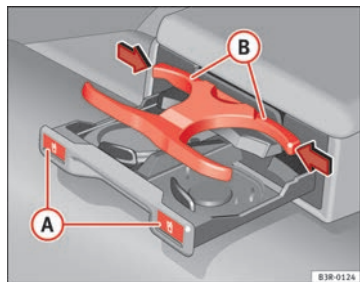

Fig. 132 Portabebidas en el reposabrazos trasero
- Pulse sobre el símbolo  (A) ⇒ fig. 132.